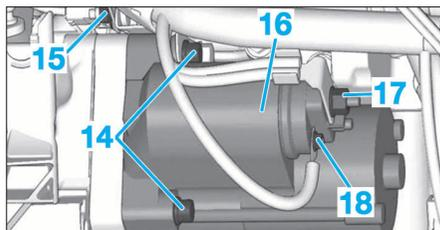

FIG. 10
- Déposer l'écrou (13) avec son réservoir (12).
- Déposer les écrous (17) et (18) (Fig.10).